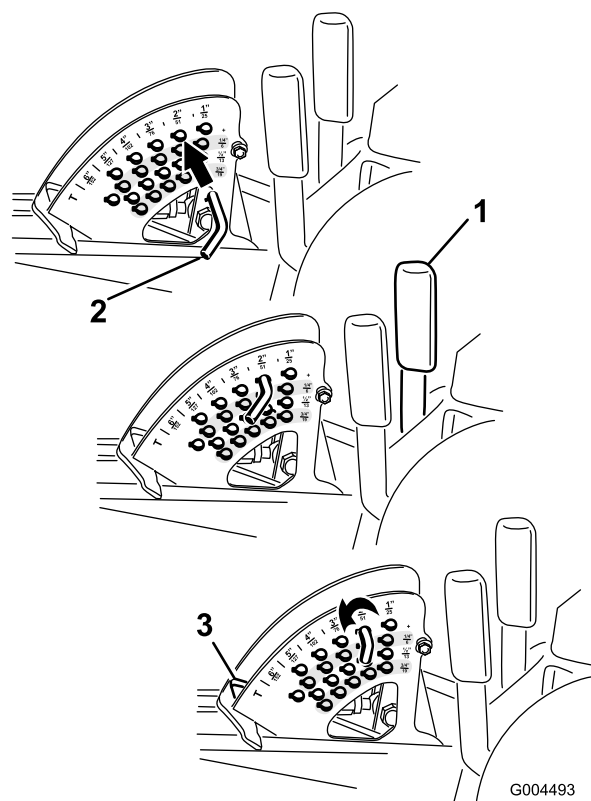

Figura 21
1. Com o motor a trabalhar empurre para trás a alavanca de elevação da plataforma até que a plataforma de corte esteja completamente levantada e **solte imediatamente a alavanca** (Figura 21).
2. Para ajustar, rode o pino de bloqueio até que o pino do mesmo fique alinhado com as ranhuras nos orifícios no suporte da altura de corte e remova-o (Figura 21).
3. Seleccione um orifício, no suporte da altura de corte, que corresponda a altura de corte desejada, insira o pino e rode-o para o bloquear no lugar (Figura 21).
Nota: Existem duas filas de posições de orifícios (Figura 21). A fila de cima dá-lhe a altura de corte listada por cima do pino. A segunda fila dá-lhe a altura de corte listada mais 6 mm. A terceira fila dá-lhe a altura de corte listada mais 12 mm. A fila de baixo dá-lhe a altura de corte listada mais 18 mm. Para a posição de 15,8 cm só existe um orifício, colocado na segunda fila. Isto não acrescenta 6 mm à posição de 15,8 cm.